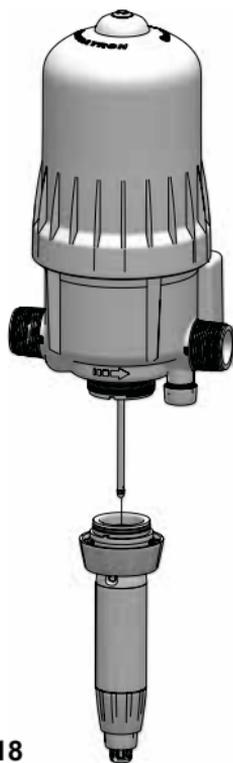

Fig. 18
- Retirar la parte de dosificación (**Fig.18**) (DESMONTAR/VOLVER A MONTAR LA PARTE DE DOSIFICACIÓN).